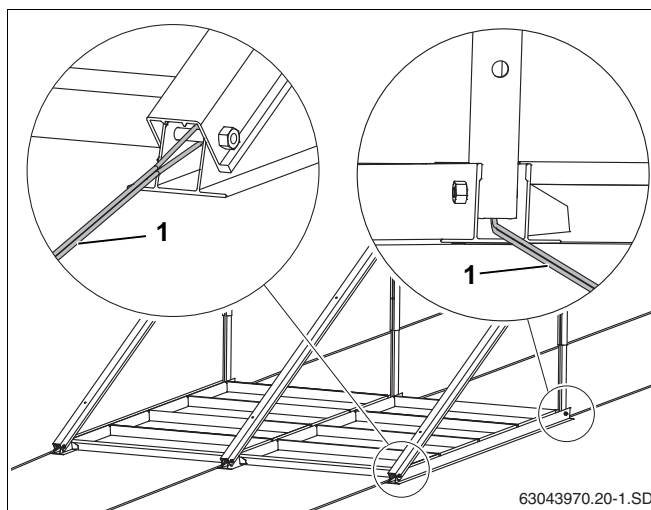

Fig. 28 Fladtagsstativ med wiresikring
- ▶ Fastgør solfangeren på anvendelsesstedet med mindst 2 trådwirer (fig. 28, **pos. 1**) til skruen på den nederste profil og derefter på et egnet sted på taget.